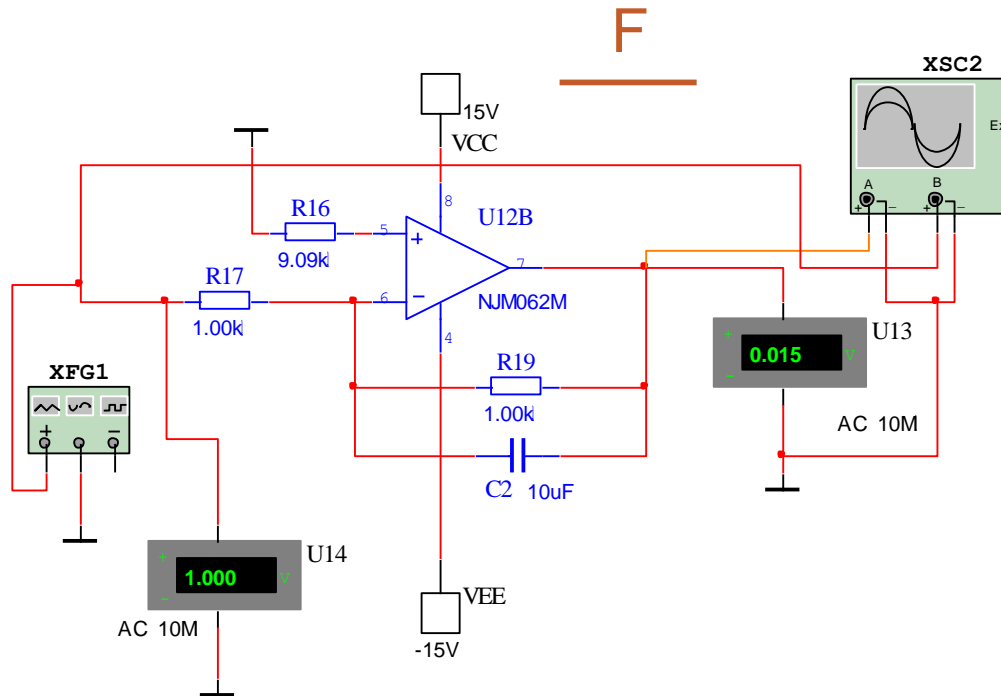

Рисунок 2.6. Принципиальная схема включения интегрирующего ОУ
2.7 Активировать программу (меню «Simulate/Run») и провести эксперимент со схемой интегрирующего усилителя (схема F, рисунок 2.6).